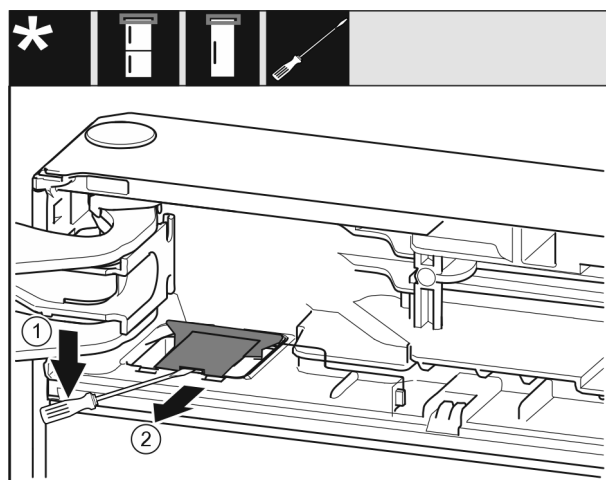

Fig. 14
- ▶ Con un cacciavite a intaglio disinnestare la copertura Fig. 14 (1).
- ▶ Estrarre la copertura Fig. 14 (2).